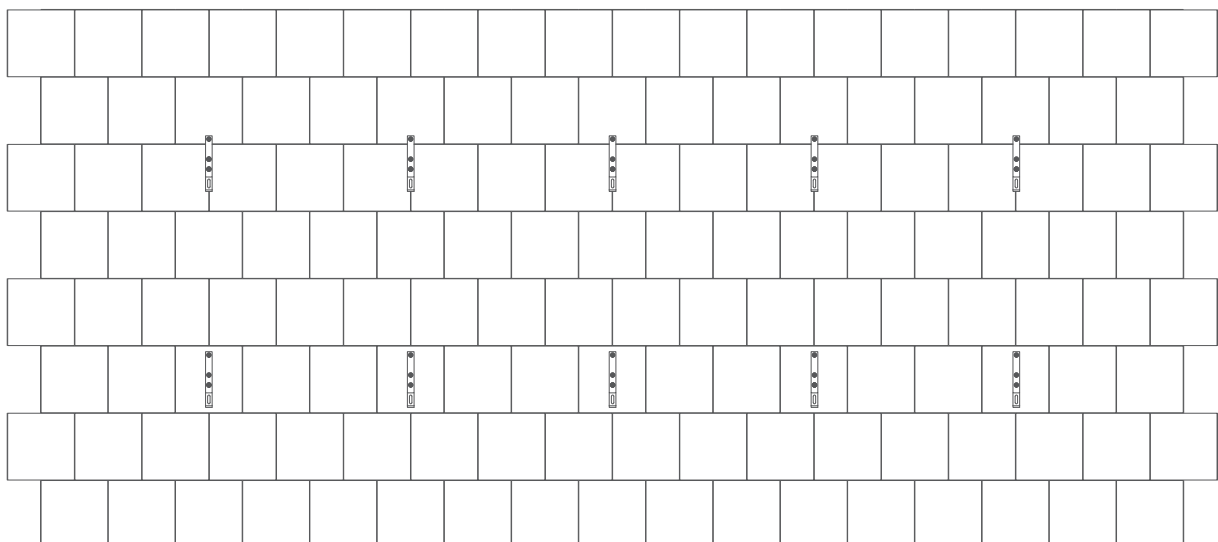

Abb. 3. Bestimmung des Montageortes für tragende Konstruktionsstützen
- 2 Auf dem Dach sollte man die Latte identifizieren, an die die Stützkonstruktion der Photovoltaikmodule befestigt werden soll (Abb. 3).